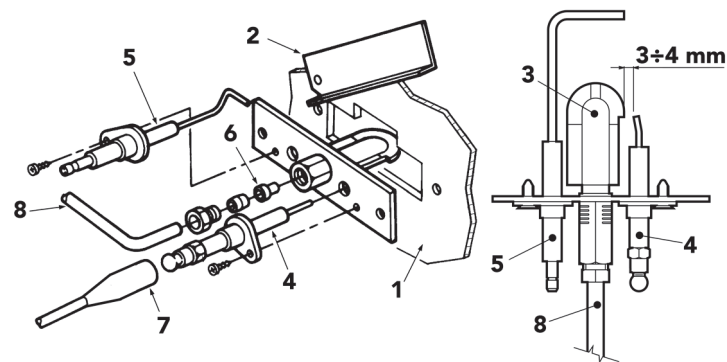

рис. 24 - Пилотная горелка
- Электроды не должны иметь накали и быть правильно установленными (см. рис. 24).